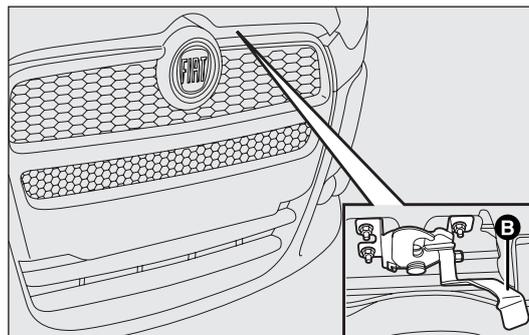
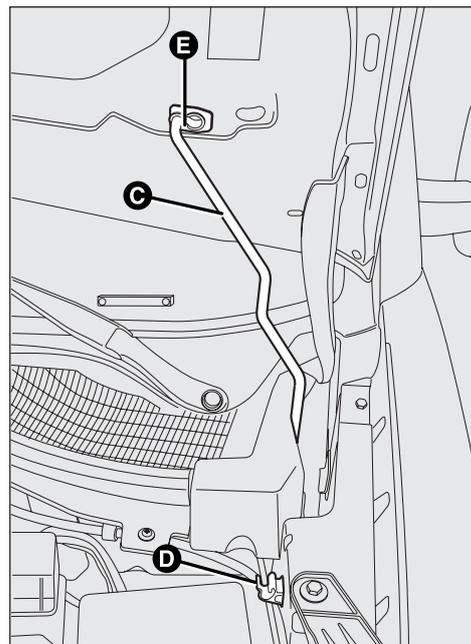

fig. 94
fig. 95
- agire sulla levetta B-fig. 94, sollevare il cofano e contemporaneamente liberare l'asta di sostegno C-fig. 95 dal proprio dispositivo di bloccaggio D-fig. 95, quindi inserire l'estremità dell'asta nella sede E-fig. 95 del cofano motore (foro grande) e spingere nella posizione di sicurezza (foro piccolo), come illustrato in figura.
Chiusura fig. 95